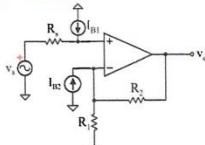

Fig. 1
1. Dato l'amplificatore non invertente di Fig. 1, si determini il valore delle resistenze R_1 e R_2 in modo da ottenere un guadagno di 40 dB e, allo stesso tempo, minimizzare gli effetti delle correnti di polarizzazione d'ingresso. Nel risolvere l'esercizio si consideri l'amplificatore operazionale ideale tranne che per la presenza delle correnti di polarizzazione I_{B1} e I_{B2} , e si assuma $R_s = 10 \text{ k}\Omega$.